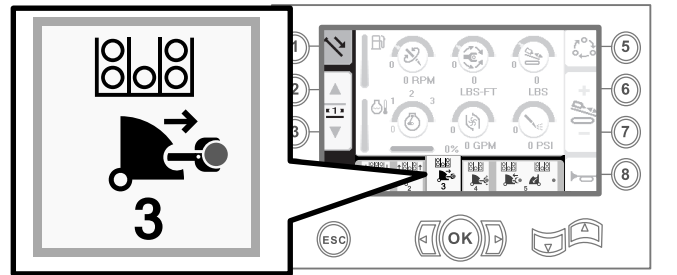

Figura 31
6. Solte o interruptor oscilador para prosseguir para o passo seguinte na sequência (Figura 31).